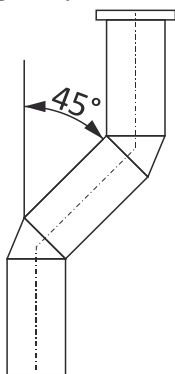

Figura 5
- La salida de humos ideal debe ser realizada en vertical y no cambiar de dirección en un ángulo superior a 45°, preferiblemente 30°, con respecto a su posición vertical, ver *figura 5*.